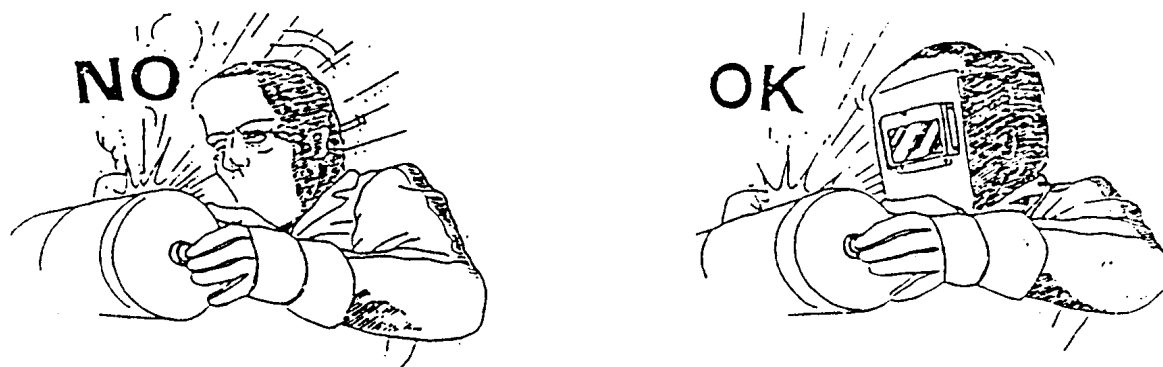

FIG.4
- No miren nunca, por ninguna razón, un arco voltaico sin una apropiada protección en los ojos (Fig. 4).